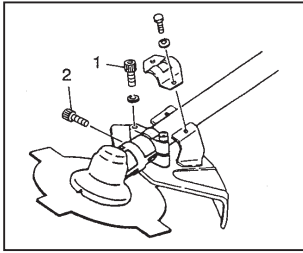

Fig. 1
- 1) First, remove gear case assembly from your brush cutter by removing pipe tightening screws (1) and pipe lock screw (2), then remove blade guard of brush cutter. (Fig. 1)
- 1) Demontieren Sie zunächst den Getriebekasten vom Freischneidegerät, indem Sie die Festspannschrauben (1) und die Konterschraube (2) am Rohr abschrauben. Entfernen Sie danach den Klingenschutz des Freischneidegeräts. (Abb. 1)